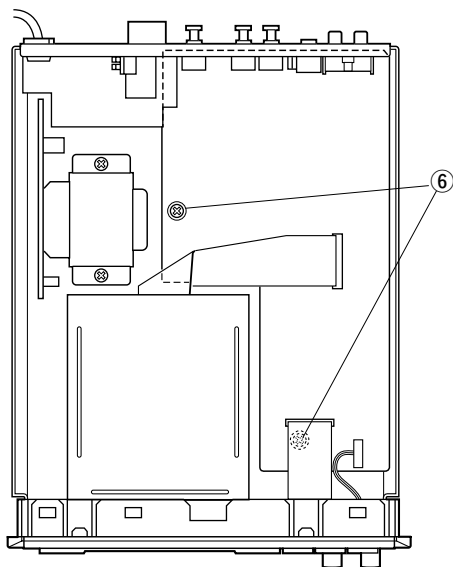

Fig. 3
- Remove 2 screws (⑥) in Fig. 3.
- ⑥ のネジ 2 本を外します。( Fig. 3 )